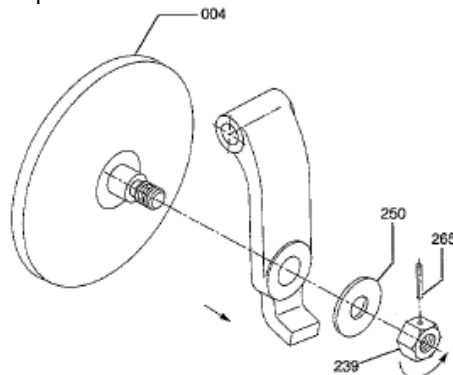

FIGURE 16
6.1.1.1 Disc/Hinge Connection (Fig. 16)